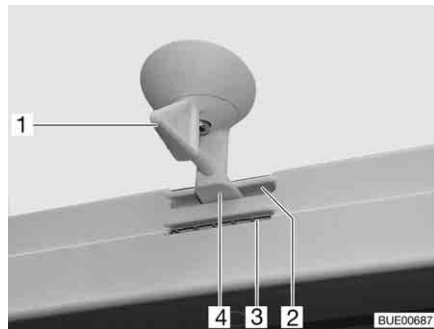
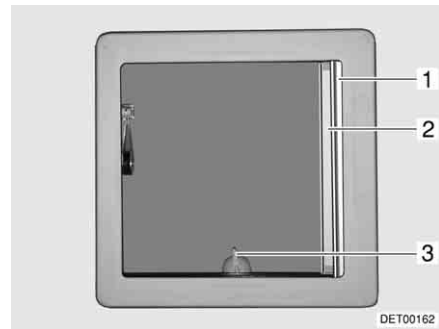

Fig. 30 Oblò inclinabile, bloccaggio
Fig. 31 Oblò inclinabile
- Ruotare la leva (Fig. 30,1 o Fig. 31,3) di un quarto di giro.
- Girare la leva di un quarto di giro. Il bloccaggio (Fig. 30,4) deve entrare nella feritoia inferiore (Fig. 30,3).
- Girare la leva di un quarto di giro. Il bloccaggio (Fig. 30,4) deve entrare nella feritoia superiore (Fig. 30,2).
- Tirare la tendina oscurante pieghevole (Fig. 31,1) fino alla posizione desiderata e rilasciare. La tendina oscurante pieghevole rimane in questa posizione.
- Estrarre la zanzariera a rullo (Fig. 31,2) fino a quando non scatta il bloccaggio dalla parte opposta.